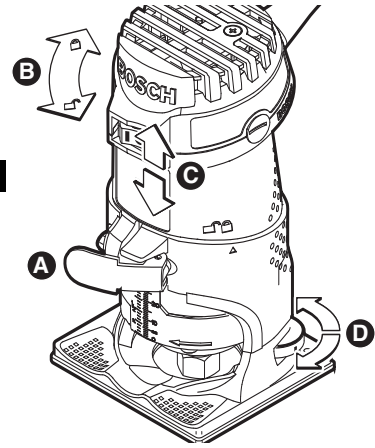

FIG. 11
3. Abra la palanca de fijación. Fig. 11(A)
4. Gire el motor aproximadamente 1/4" en el sentido de las agujas del reloj de modo que el triángulo único ubicado en la base se alinee con el símbolo de "desbloqueado" ubicado en el motor. Fig. 11(B) (Asegúrese de que la indicación de la base esté alineada con la línea ubicada debajo del símbolo de "desbloqueado" situado en el motor. De lo contrario, la fresadora puede resultar dañada.)
5. Baje lentamente el motor hasta que la broca de fresadora toque la pieza de trabajo. Fig. 11(C)
7. Baje el motor hasta que se alcance el valor de la escala objetivo. Fig. 11(C)
8. Gire el motor en el sentido de las agujas del reloj aproximadamente 1/4" hasta que el triángulo único se alinee con el símbolo de "bloqueado". Fig. 11(B)
9. Cierre la palanca de fijación. Asegúrese siempre de que el motor quede firmemente sujeto en la base. Fig. 11(A) (La tensión de la palanca de fijación se puede cambiar reajustando la tuerca.)
1. Abra la palanca de fijación. Fig. 11(A)
2. Ajuste la profundidad de corte deseada con la rueda estriada ubicada en la parte trasera de la base. Fig. 11(D)